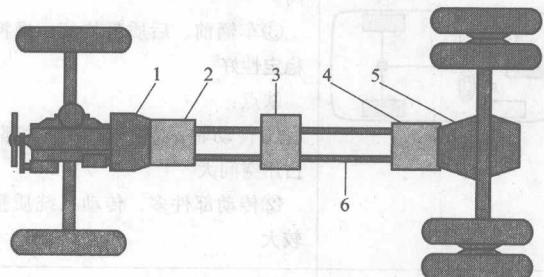

图 1-4 电动式传动系统结构示意图
3) 电力式传动系统。通过发动机带动发电机，由驱动桥或驱动轮上的电动机进行牵引驱动。电力式传动系统有良好的动力性，但质量大、效率低，主要用于大型客车上。电动式传动系统结构示意图如图 1-4 所示。